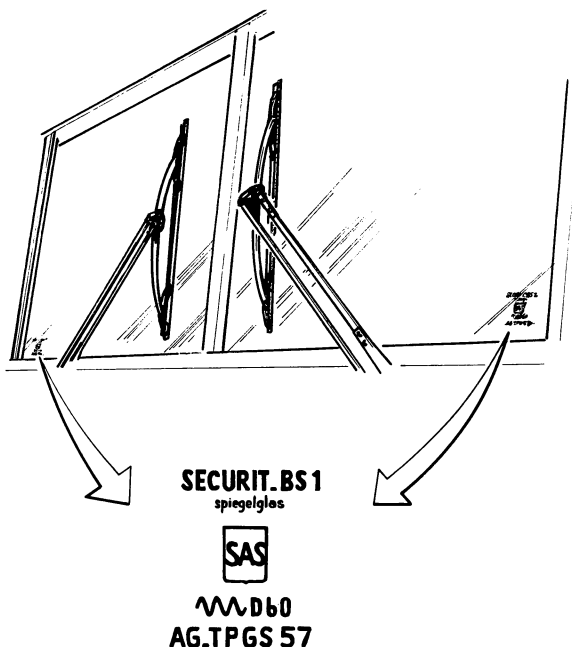

Fig. 17.
2. Zet de voorruit zodanig in het raamrubber dat de stempels in het glas zich aan de onderzijde naast de zijstijlen bevinden (fig. 17).